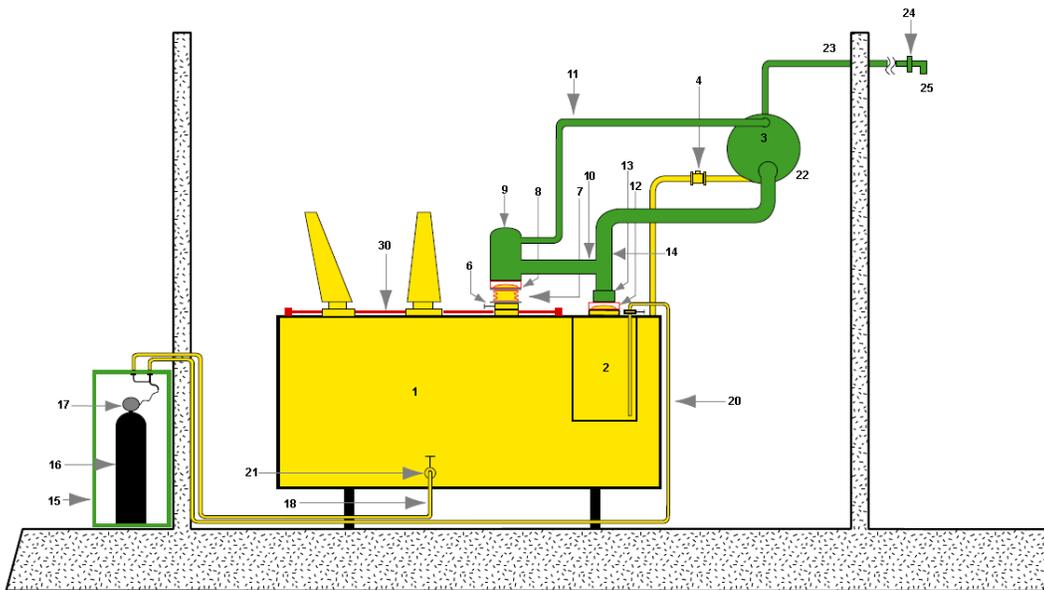

图 2: TPA 型变压器保护装置
- **TPA型**，图2，适用于容量为0.1MVA至1000MVA及以上的户内或户外变压器。变压器和有载分接开关释压装置（6-9项，12-13项）可在内部出现故障时释压。释压后的油气混合物会输送至油气分离罐（22项）。气体会通过爆炸性气体排放管（23项）排放至建筑物外部或远离变压器及周边设备的安全排放区域。空气隔离阀（24项）安装在爆炸性气体排放管（23项）末端，防止空气进入油气分离罐（22项）或变压器油箱。